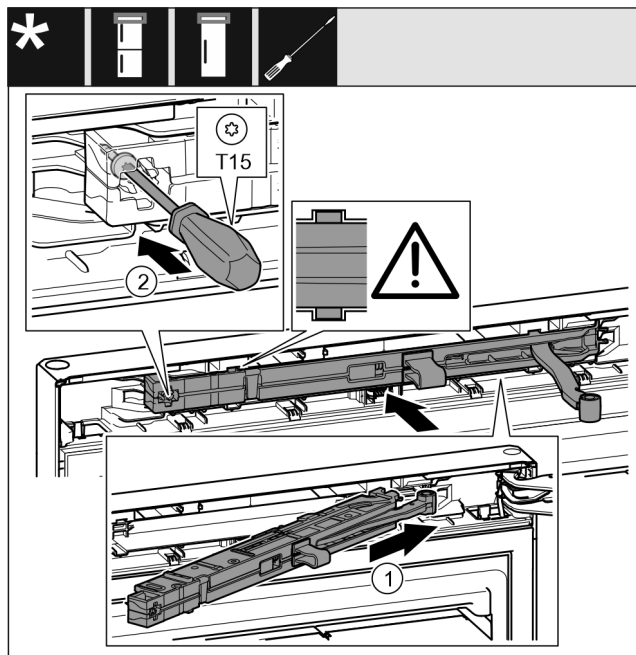

Fig. 71
- ▶ Pe partea suportului de lagăr împingeți înclinat unitatea amortizorului de închidere Fig. 71 (1) până la opritor în degajare.
- ▶ Înșurubați ferm șurubul Fig. 71 (2) cu o șurubelniță.